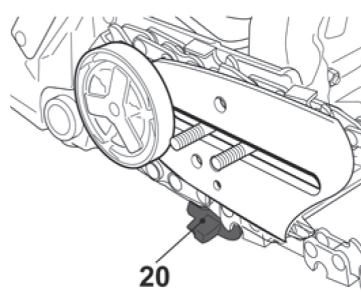

Fig. 6
- > Certifique-se de que a corrente fica instalada acima da proteção da corrente (20) (Fig. 6).